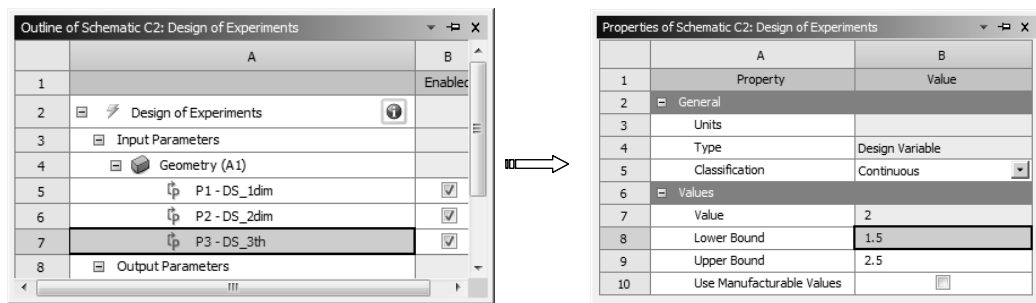

图 12-85 设置输入参数 P3 的范围
5) 设置输入参数范围。在【Outline of Schematic C2: Design Experiments】窗口中选择【Geometry】下的 P3-DS_3th 参数, 然后在【Properties of Schematic C2: Design of Experiments】窗口中设置输入参数的初始值及上下限, 如图 12-85 所示。